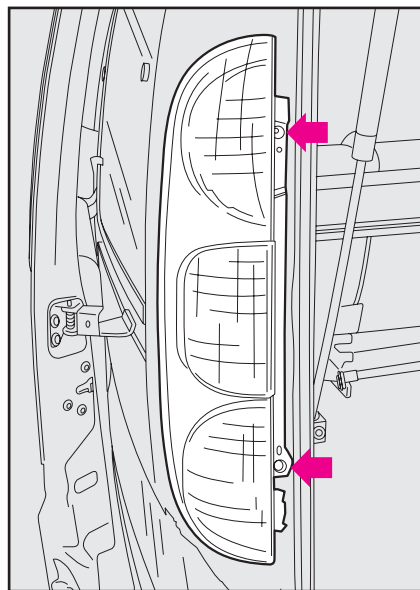

рис. 29
4) Выверните крепежные болты, ослабьте гайки с наружной стороны, как показано на рис. 29.